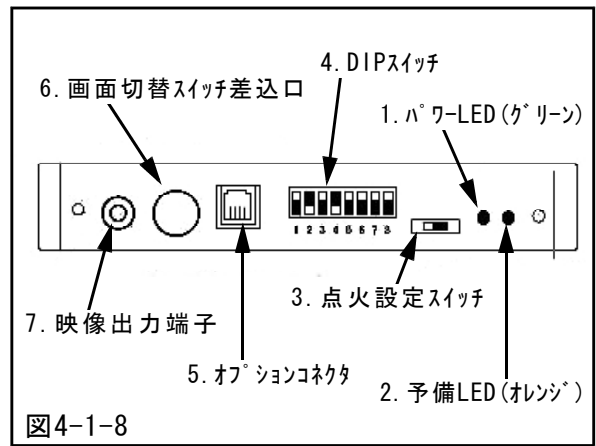

図4-1-8
(7) F-CON iSの映像出力機能を使用する場合には、映像出力端子からモニターへ接続することで、エンジン回転数、水温、点火時期などを表示することができます。また、画面切替スイッチを接続することで、表示項目を変更することもできます。(図4-1-8)